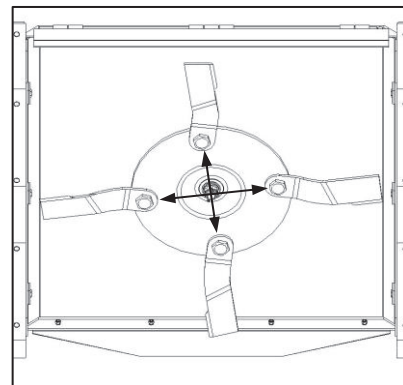

Fig. 7
- ✔ Weigh blades before installation. Blades of nearest equivalent masses should be installed in opposing positions on the same cutting gear assembly to maintain balance (Fig. 7).
- ✔ Weeg lemme voor installering. Lemme met die mees eenderse massas moet teenoor mekaar op dieselfde snymeganismemontering aangebring word om balans te handhaaf (Fig. 7).